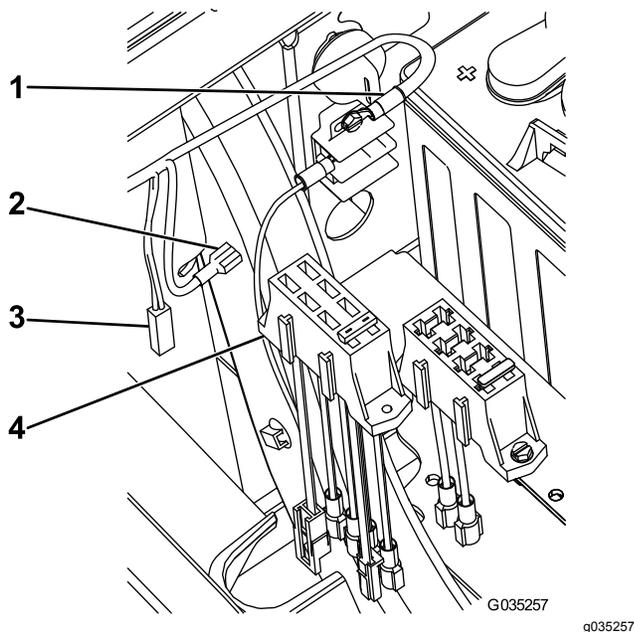

Figura 17
- Para máquinas con N° de serie **403448001 y anteriores**, encaje el nuevo bloque de fusibles en el bloque de fusibles existente de la máquina (Figura 17).
3. Conecte el conector grande en el nuevo bloque de fusibles al cable de alimentación opcional en el bloque de fusibles existente (Figura 17).
7. Conecte el cable restante al cable con fusible en el nuevo bloque de fusibles (Figura 17).
- **Para máquinas con N° de serie 403448001 y anteriores**, encaje el nuevo bloque de fusibles en el bloque de fusibles existente de la máquina (Figura 17).
2. Conecte el conector grande en el nuevo bloque de fusibles al cable de alimentación opcional en el bloque de fusibles existente (Figura 17).
6. Conecte el cable restante al cable con fusible en el nuevo bloque de fusibles (Figura 17).